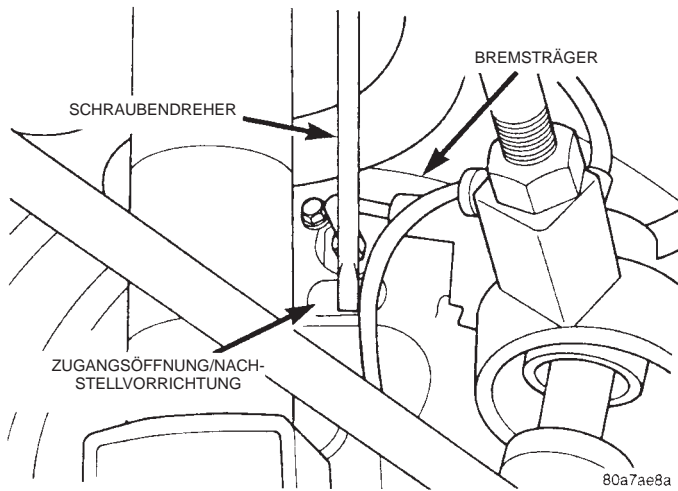

**Abb. 56 Verschlussstopfen in der Zugangsbohrung für die automatische Nachstellvorrichtung**
(1) Den Gummistopfen (Abb. 56) aus dem Bremsträger herausnehmen.